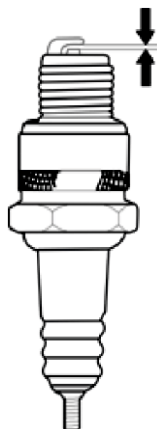

Рис. 20
5. Проверьте зазор между электродами свечи зажигания. Он должен составлять 0,7-0,8мм (рис. 20). При необходимости отрегулируйте зазор.